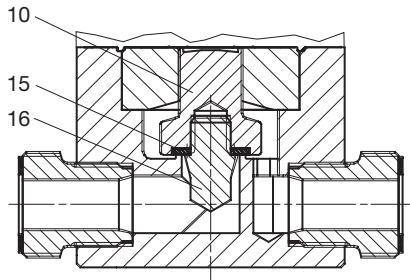

Fig. 5
- Extraiga la junta del asiento de la válvula (15) con una herramienta romana del émbolo (10).
- **TT1, SS1 (véase la ilustración 5):**
- Sujete el émbolo (10) sin que se produzcan daños.
- Desenrosque la punta del émbolo (16).
- Retire la junta del asiento de la válvula (15).